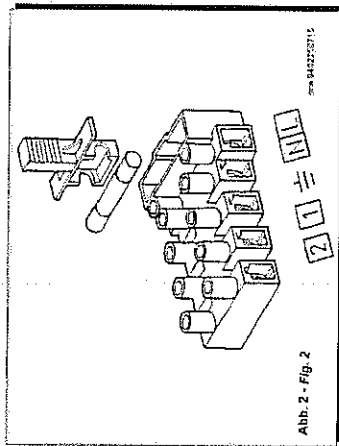

Abb. 2 - Fig. 2
- die Befestigungsschraube des Deckels abschrauben; man erreicht nun den Bereich der Elektroanschlüsse (Abb. 2).
- das Speiseklemmenbrett (Abb. 2), wie im vorhergehenden Kapitel beschreiben, erreichen;
- die Brücke auf den Klemmen (1) und (2) entfernen;
- svitare la vite di fissaggio coperschio ed accedere alla zona collegamenti elettrici (Fig. 2).
- Die Brücke auf den Klemmen 1 und 2 der Speiseklemmenbrett (Abb. 2) entfernen.
- togliere il ponticello presente sui morsetti 1 e 2 della morsettiera di alimentazione (fig. 2);